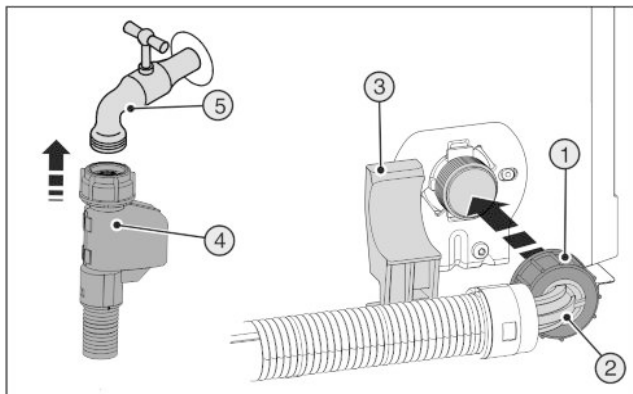

Fig. 20
- ▶ Прямой конец шланга Fig. 20 (4) подсоедините к запорному крану Fig. 20 (5).